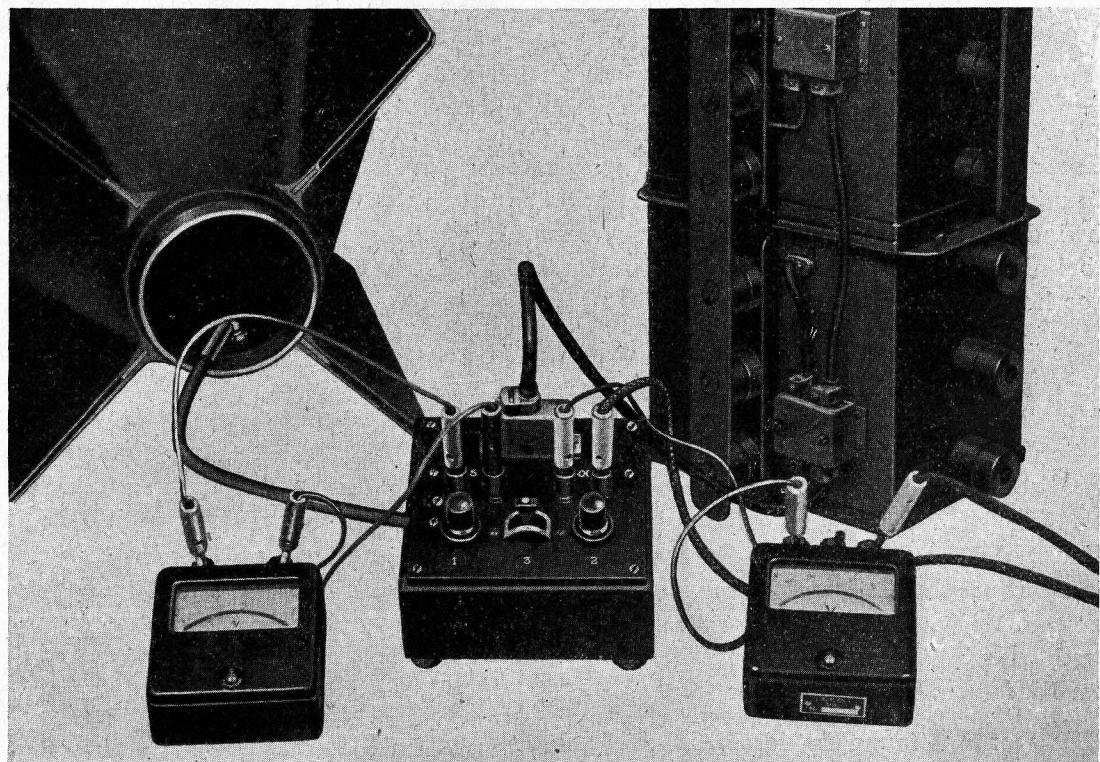

Abb. 10: Truppenprüfgerät 302
1. Das **Truppenprüfgerät** (Anlage 1 b, Abb. 10) dient zum Prüfen des Sammlersatzes unter Belastung, ferner zum Prüfen der Betriebsspannungen des Senders unter Belastung. Abb. 10 zeigt seine Anschaltung unter Verwendung geeigneter Voltmeter, die nicht zum Zubehörsatz gehören.